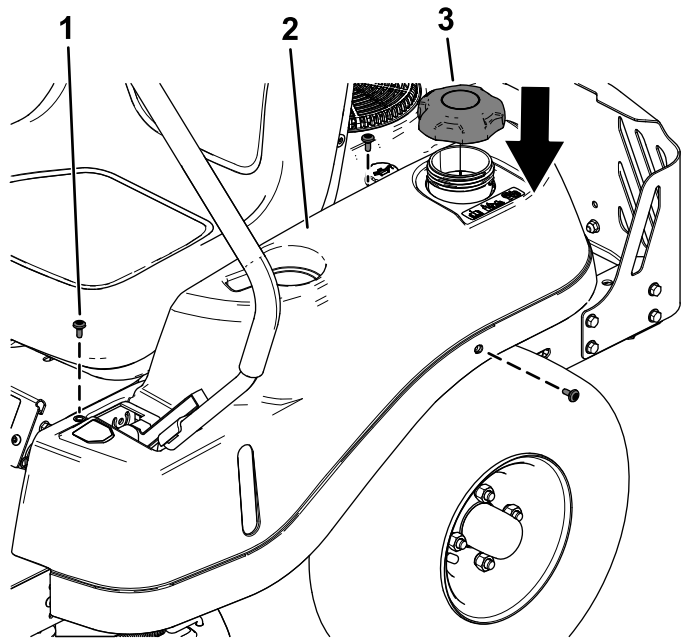

Figura 5
8. Montate ciascuna protezione con le 3 viti a perno rimosse in precedenza da ciascun lato (Figura 5).
Montate il tappo del serbatoio del carburante precedentemente rimosso sulla protezione sinistra (Figura 5).